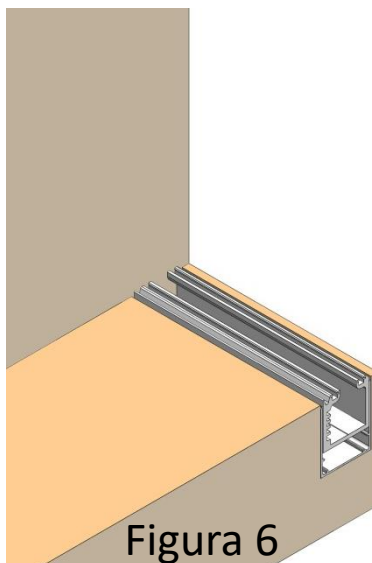

Figura 6
b. Con compensador embutido (figura 6)